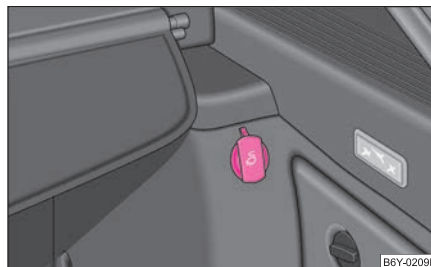

Fig. 73 Coffre à bagages: Prise de courant
- Ouvrez le cache de la prise de courant ⇒ fig. 73.